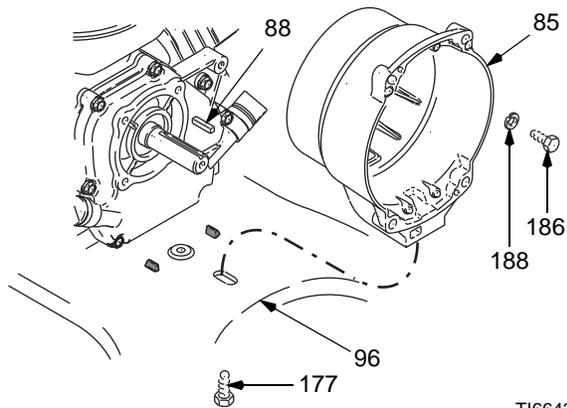

FIG. 10
1. FIG. 10. Saque los cuatro tornillos de cabeza (186) y las arandelas de seguridad (188) que sujetan el cárter del embrague (85) al motor.
2. Saque el tornillo (177) de debajo de la placa de montaje (96).
3. Extraiga el cárter del embrague (85).
1. FIG. 10. Empuje el cárter del embrague (85).
2. Instale los cuatro tornillos de cabeza (186) y las arandelas de seguridad (188) y sujete el cárter del embrague (85) al motor. Apriete a un par de 180 in-lb (20.3 N•m).
3. Instale el tornillo de cabeza (177) por debajo de la placa de montaje (96). Apriete a un par de 20 ft-lb (27.1 N•m).